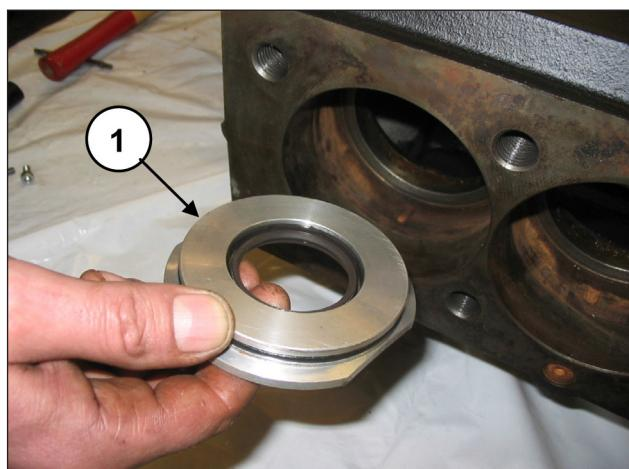

Fig. 172
Certifique-se de que a cobertura entre completamente no local (pos. ①, Fig. 172), prestando atenção para não danificar a borda da vedação do óleo. Aperte as coberturas da vedação do óleo através de dois parafusos M6x14 (pos. ①, Fig. 173).